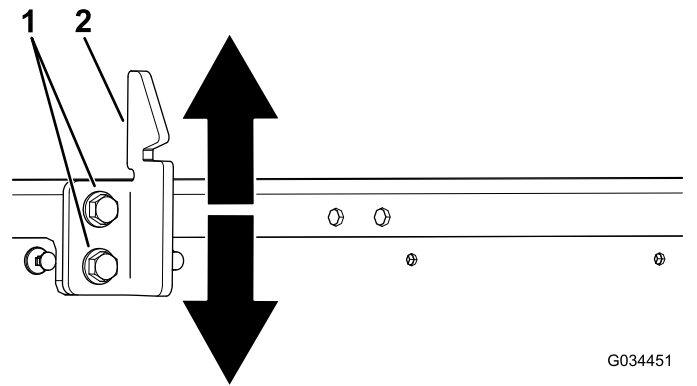

図 9
4. 荷台のラッチストライカのボルト2本をゆるめて、ストライカの上下位置を調整する 図 9。
5. ラッチストライカのボルト2本を締め付ける 図 9。